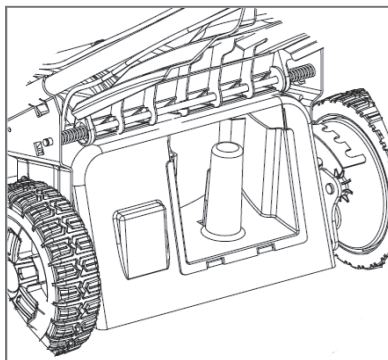

Рис. 12
- Установите заглушку для мульчирования и закройте крышку заднего выброса (рис. 12).